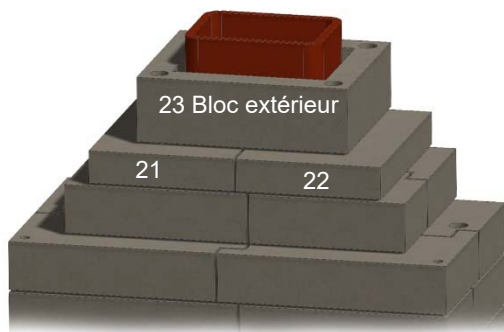

Figure 17. Cheminée en maçonnerie de l'âge de pierre
M. Installez le système de cheminée en maçonnerie Stone Age, composé de gaines en argile et de blocs extérieurs, ou l'adaptateur de tuyau Stone Age si vous installez une cheminée à tuyau métallique. Voir les figures 17 et 18.